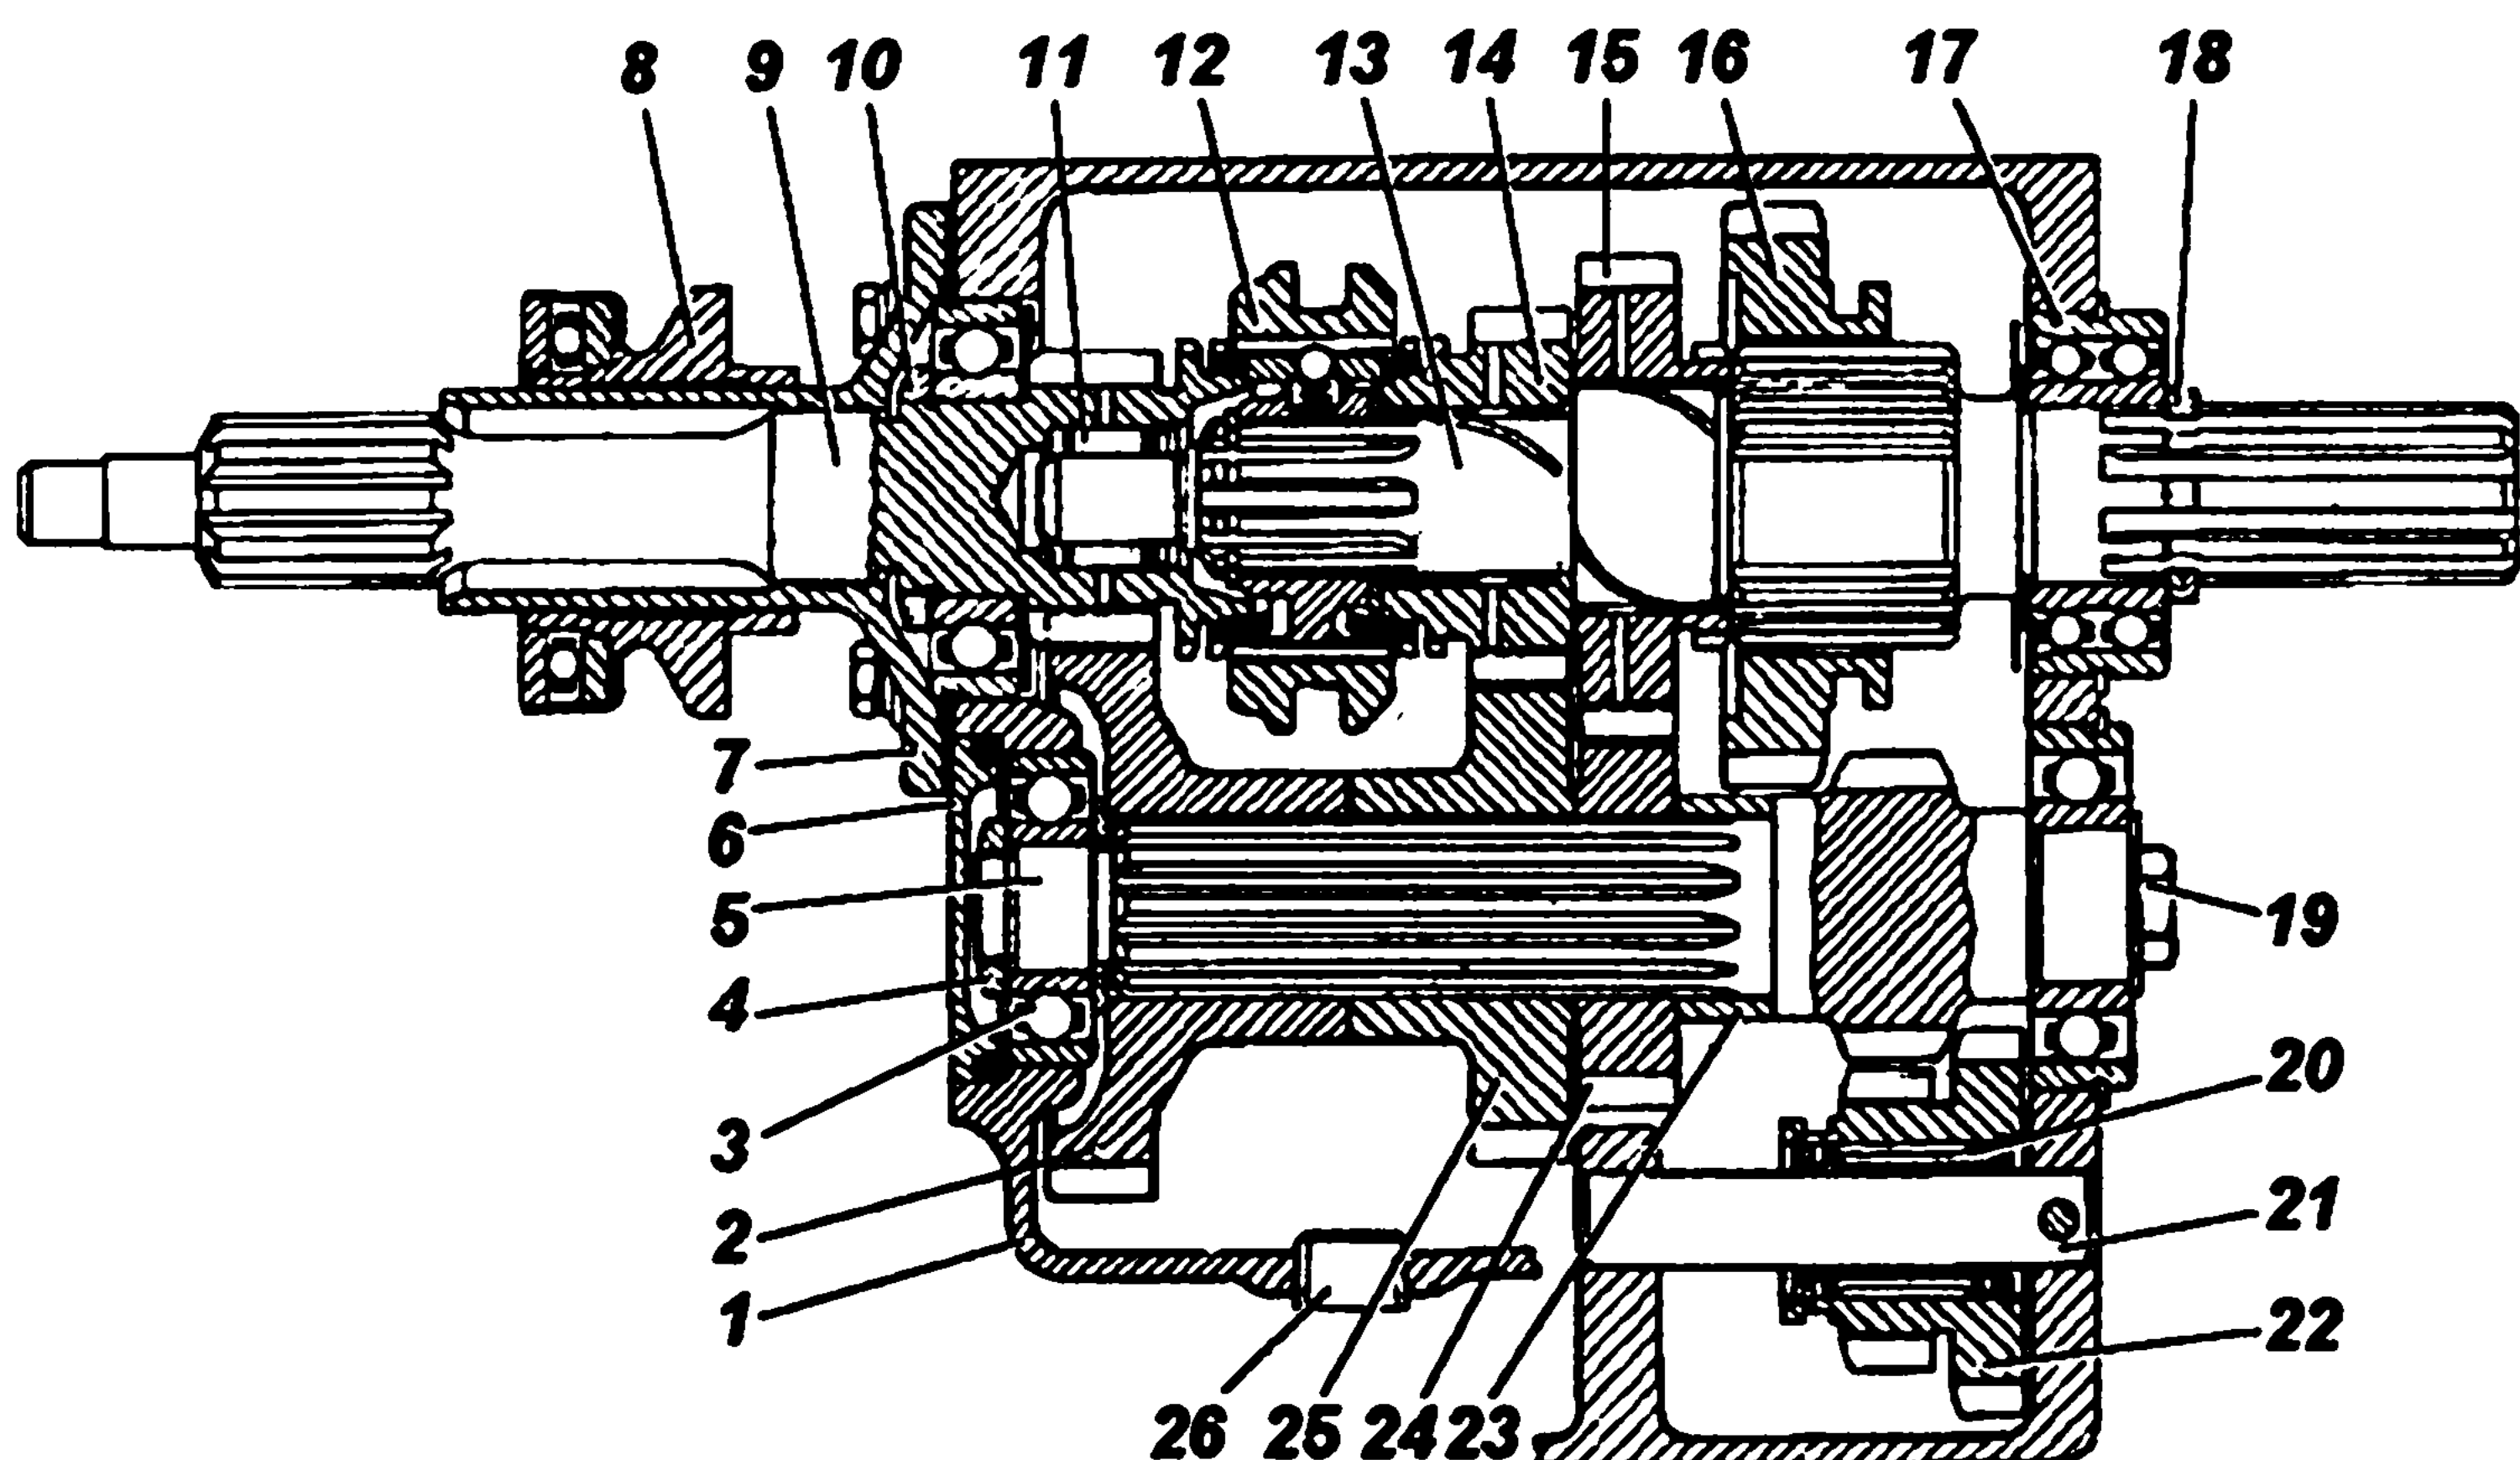

Рис.61. Вариант исполнения коробки передач с синхронизатором только для третьей и четвертой (прямой) передач:
* На автомобиль может устанавливаться коробка передач (рис. 61), имеющая синхронизатор только для третьей и четвертой (прямой) передач. Обслуживание коробок одинаково. Взаимозаменяемость коробок в сборе сохранена, но детали и узлы этих коробок, в том числе и механизмы переключения, - не взаимозаменяемы